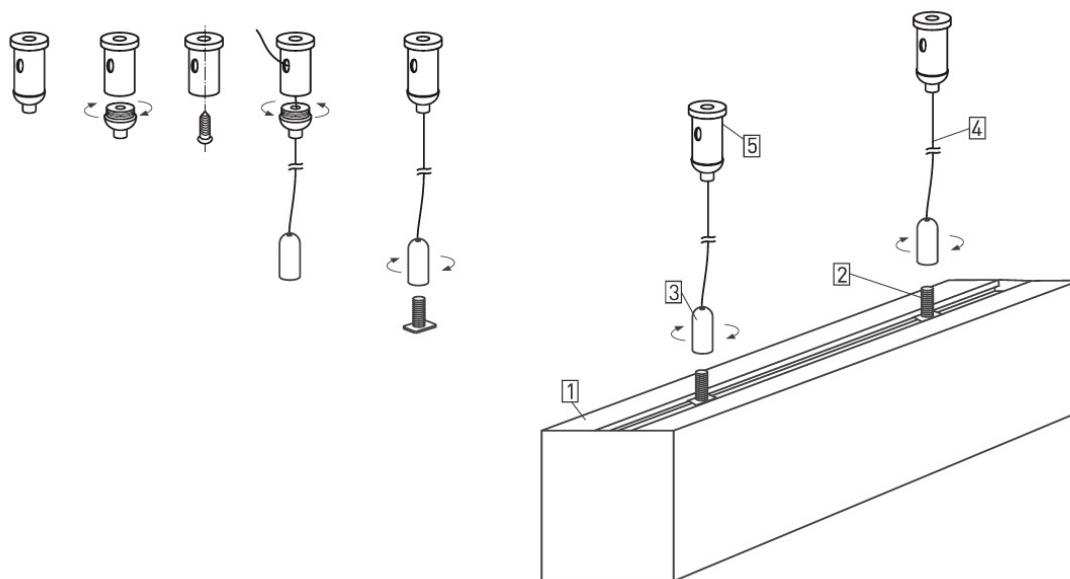

Рис. 1. Установка и подключение светильника
- Закрепите на поверхности цанговый зажим [5], как показано на рис. 1.